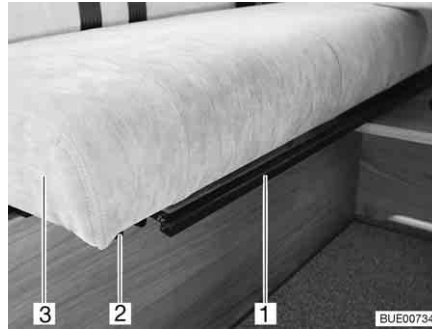

Fig. 18 Regolazione degli schienali del sedile
- Tirare o spingere la staffa (Fig. 18,1) sotto il piano del tavolo (Fig. 18,3) verso l'alto e tenerla in questa posizione.
- Spingere il divano sulle barre (Fig. 18,2) fino alla posizione desiderata oppure tirarlo con cautela in avanti fino all'arresto.